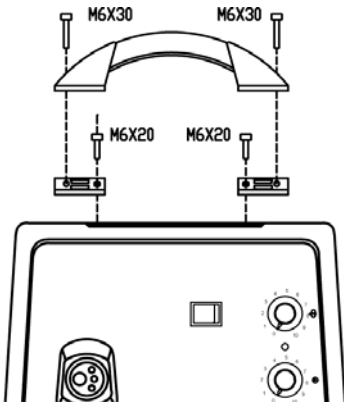

Figura 3. Instalación del Asa
4. Ajustar firmemente ambos tornillos con un destornillador de punta plana. (Ver Figura 3)